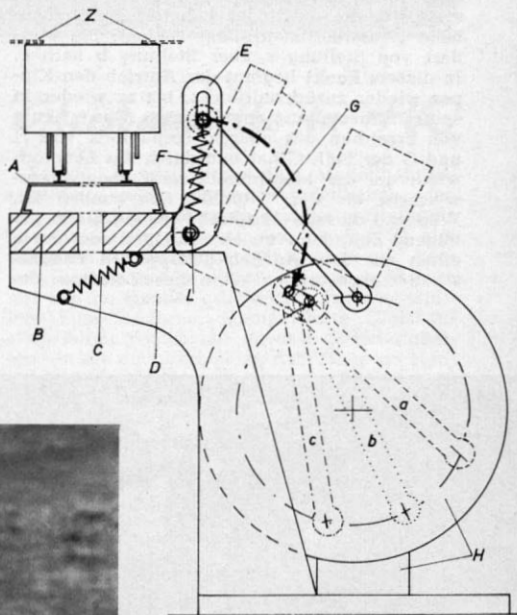

Abb. 3. Zeichnung des Kipper-Antriebes in $\frac{1}{2}$ H0-Größe. Funktionsbeschreibung siehe Text.
kelblech, dessen Schenkel E (Abb. 3) an seinem oberen Ende ein Langloch hat. In diesem ist eine Zugstange G gelagert, die von dem großen Rad eines Wiad-Fahrstuhlantriebs 316 B (H in Abb. 3) bewegt wird. Wenn der Wagen gekippt werden soll, dann wird der Motor dieses Antriebes eingeschaltet; das große Rad beginnt sich zu drehen und zieht die Stange G aus der ausgezogenen gezeichneten Stellung in die gestrichelt gezeichnete Stellung a. Dabei wird zwangsläufig auch der Winkelhebelarm E und mit diesem folglich auch das ganze Kippgleis samt Wagen mitgenommen und in die ebenfalls gestrichelt gezeichnete Stellung gekippt. Die Haltetaschen Z hindern den Wagen am Herausrutschen.
Abb. 3 (unten). Die Fehler in der Gleislage werden mit dem sogenannten Vorwagen (1) abgetastet und mittels drei Infrarot-Richtsendern auf die Auswerteeinrichtung (6) übertragen. Der Vorwagen wird durch die Schubstange (2) beim Einsatz ständig in gleichbleibendem Abstand vor der Maschine hergeschoben. Die ermittelten Fehler- bzw. Korrekturwerte werden auf die Mechanik der Richtzylinder (5) übertragen, deren Richtrollen den Schienenkopf von beiden Seiten umfassen, ggf. das Profil samt Schwellen anheben sowie seitlich verrutschen. Auch wenn es sich dabei nur um Millimeter handelt, bedingen diese Richtarbeiten einen gewissen Kraftaufwand. Deshalb befindet sich im Fahrzeug (8) ein 150-PS-Dieselmotor, der gleichzeitig auch der Fortbewegung dient. Bei den Richtarbeiten stützt sich die Maschine nicht nur auf ihre Achsen, sondern – über den verstreuten Ausleger (4) – zusätzlich noch auf die Abstützachse (3) ab. Nach dem Richten der Gleise können gleichzeitig zwei Schwellen mit der ebenfalls automatisch gesteuerten Stopfeinrichtung (7) gestopft werden. Am Ende der Maschine wird ein weiterer „Meßwagen“ (9) nachgeschleppt, der auf dem bereits ausgerichteten Gleis als Bezugspunkt für die weiteren Gleismessungen dient. – In der Zeichnung ist übrigens eine bereits weiterentwickelte Maschine gezeichnet (s. „Anbau“).
Das Original zählt unter den modernen Gleisbaumaschinen zu den richtungsweisendsten Konstruktionen. Um das Modell auf der Modellbahnanlage richtig einsetzen zu können, dürfte vielleicht den einen oder anderen Modellbahner die Funktionsweise dieser Maschine interessieren. Wir haben deshalb im Text zu Abb. 3 die Arbeitsweise kurzgefaßt erläutert (nachdem Roskopf es leider versäumt hat, jeder Packung eine nähere Beschreibung nebst Skizze beizulegen):
DB-modern: Fast wie eine Zukunftsvision mutet dieser Entwurf für eine aufgeständerte Bahnstrecke durch das Stadtgebiet von Oldenburg an. (Das 34-Millionen-Projekt ist übrigens bereits im Bau.) Verblüffend ist die Ähnlichkeit mit den Stützen nach Abb. 3 auf Seite 41.
Abb. 3. Wie sich die Bilder gleichen: aufgeständerte Fahrbahnen, wie sie für Leitschienebahnen vorgesehen sind und im Modell nachgebildet werden können. Für die eigentliche Fahrbahn eignen sich die handelsüblichen Straßenstücke von Faller, Rasant u.a.